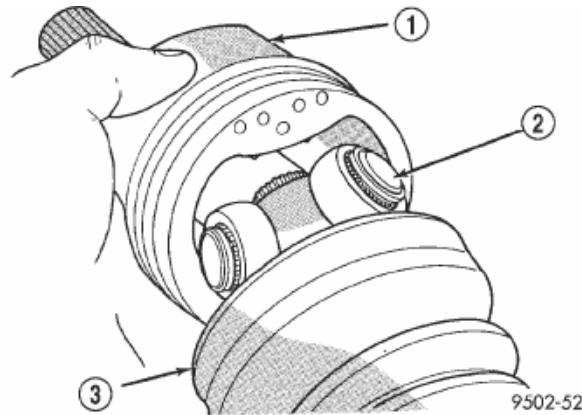

Fig. 26 Desmontaje del conjunto de cruceta del alojamiento de la articulación de tipo Tripod
(3) Deslice el alojamiento de la articulación de tipo Tripod para extraerlo del conjunto de cruceta y del eje de interconexión (Fig. 26).